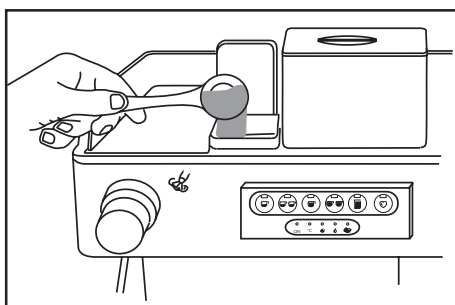

Fig. 11
- Abrir la tapa del dosificador e introducir una ó dos dosis de café molido utilizando la cucharilla conveniente (fig. 11).